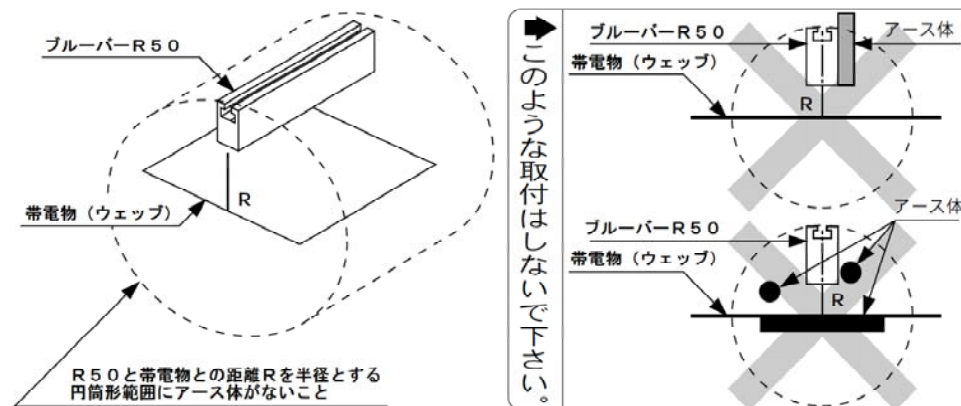

図2 ブルーバーR50の取付位置
- ブルーバーR50と帯電物の距離を半径Rとして、図2のように円筒状の範囲の中にアース体が無い位置に設置して下さい。